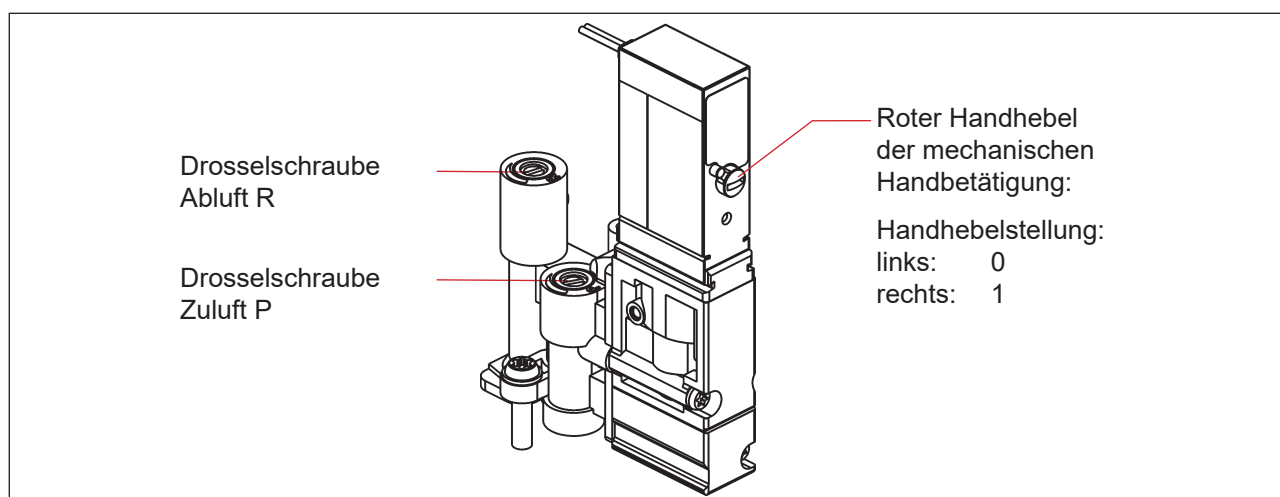

Abb. 6: Drosselschrauben und mechanische Handbetätigung der Pilotventile
an jedem vorhandenen Pilotventil, nur bei offenem Gehäuse zugänglich („Abb. 6“)
- Die **Drosselmöglichkeit der Pilotventile** zur individuellen Einstellung der Ein- und Ausfahrgeschwindigkeiten des Prozessventils bzw. zur individuellen Einstellung des Durchflusses der Arbeitsanschlüsse (siehe „Abb. 6: Drosselschrauben und mechanische Handbetätigung der Pilotventile“ auf Seite 20)